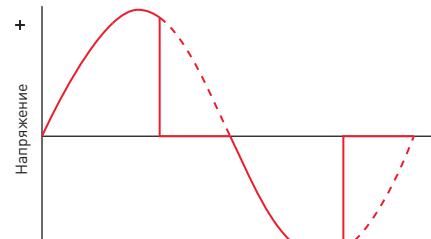

Рисунок 2. Диммирование по заднему фронту (Trailing edge).
- Данный диммер работает с отсечкой фазы по заднему фронту — Reverse phase control, Trailing edge (см. Рисунок 2). Убедитесь, что подключаемый источник света поддерживает работу с диммерами такого типа.